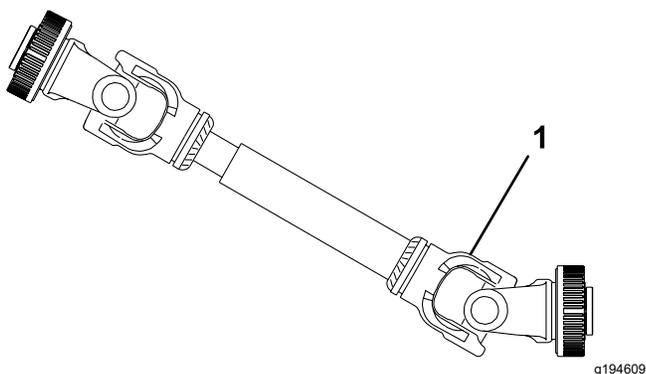

Рисунок 24
**Внимание:** При подсоединении механизма отбора мощности следите за тем, чтобы машина не поднималась выше, чем необходимо. Слишком высокий подъем машины приведет к поломке шарниров ведущего вала механизма отбора мощности (Рисунок 24). Механизм отбора мощности может работать при угле подъема до 25°, но когда машина находится в самом верхнем положении, угол не должен превышать 35°, иначе вал механизма может получить серьезное повреждение.